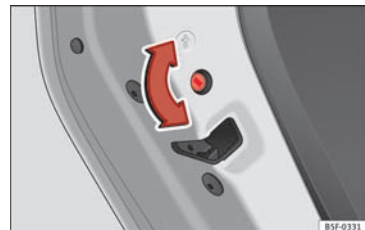

Fig. 134 Børnesikring i venstre dør
- Mens døren er åben, skal du bruge bilnøglen til at dreje slidsen med uret i døren i venstre side » Fig. 134 og mod uret i døren i højre side.
- Mens døren er åben, skal du bruge bilnøglen til at dreje slidsen mod uret i døren i venstre side » Fig. 134 og med uret i døren i højre side.